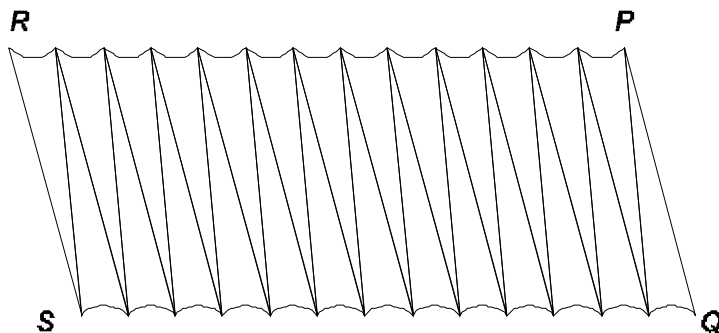
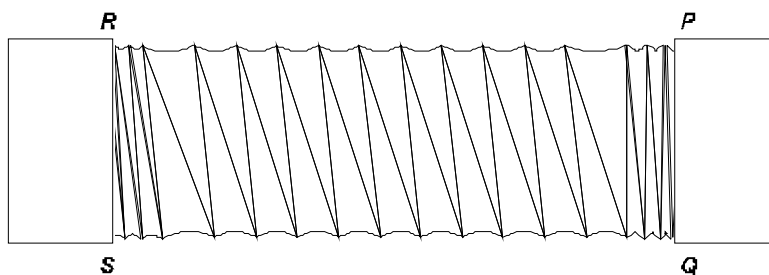

Рис. 6
Рис. 7
- 4 Последняя возможность является наиболее важной! Первые три способа должны учитываться производителем воздуховодов, так как они касались структуры стенки воздуховодов. Последний способ может быть реализован пользователем воздуховода, так как он никак не связан с изменением структуры воздуховода. Так как этот способ может значительно повысить стойкость воздуховода к отрицательному давлению, мы рассмотрим его более подробно. На рис. 6 изображен воздуховодов, подверженный эффекту домино.
Как правило, точки **P**, **Q**, **R** и **S** крепятся к установке, подсоединенной к системе вентиляции. Тогда **P** точка должна находиться прямо над **Q**, как **R** над **S**. В действительности, воздуховод на рис. 6 крепится, как показано на рис. 7.